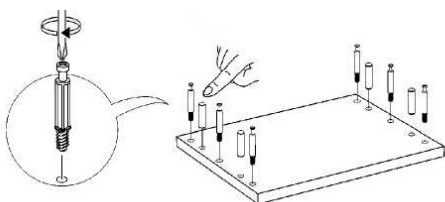

Рис. 3 - Установка шкантов и штоков эксцентриков
**2.1** Ввинтите в нижний щит с утолщением (3), крышку с утолщением (9), боковые стенки (4,5), перегородку (6) штоки эксцентриков, а также вставьте шканты. (Рис.3).